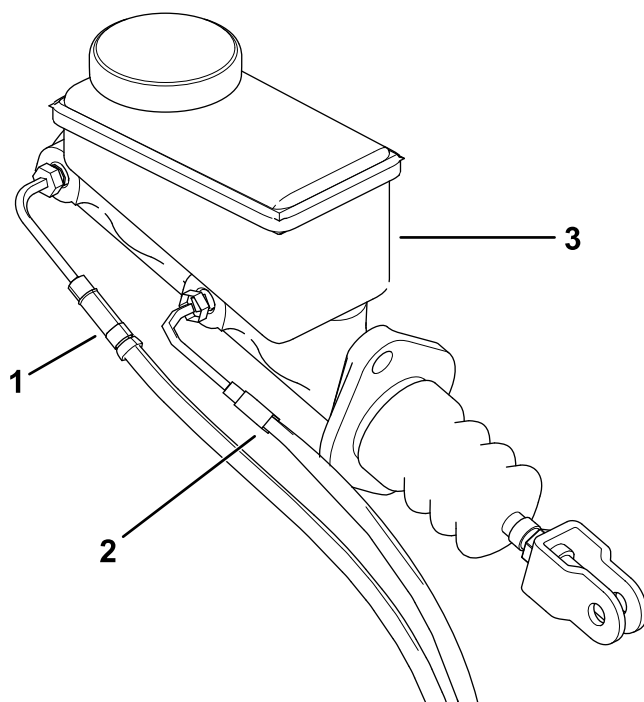

Bild 5
5. Nehmen Sie die vordere und hintere Bremsleitung vom Hauptzylinder ab (Bild 5).
3. Befestigen Sie die vordere und hintere Bremsleitung am Hauptzylinder (Bild 5).